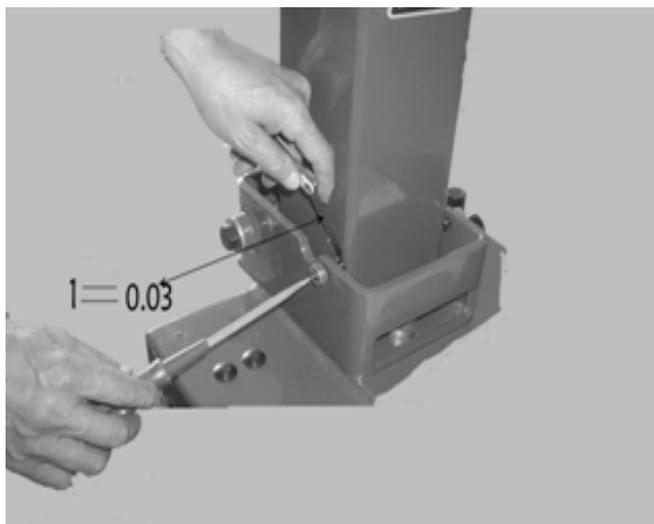

図 4-10
4.2.13 柱両側の位置合わせスクリューを調整します:両側のナットを緩め、ネジ頭部と柱側面の間の隙間が 0.03mm になるように調整します(図 4-10) その後、ナットをロックします。